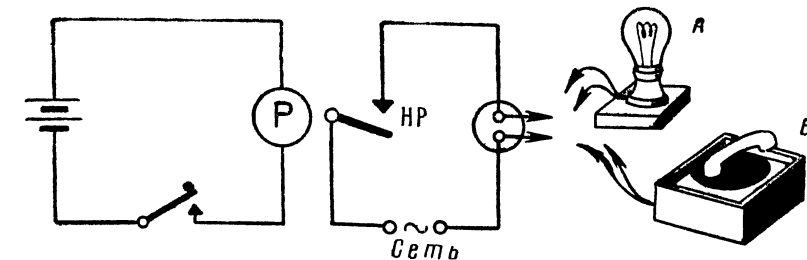

Рис. 10. Схема управления силовым током
1. УПРАВЛЕНИЕ СИЛОВЫМ ТОКОМ (рис. 10)